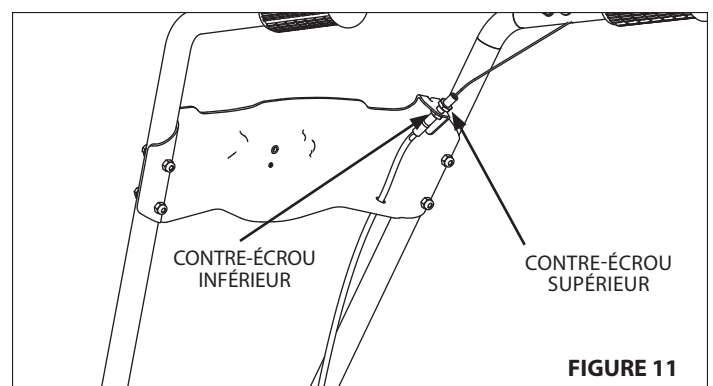

FIGURE 11
#### VOIR FIGURE 11
5. Pour le réglage, **VOIR LA FIGURE 11** et les Instructions sur le réglage de la tension de la courroie.